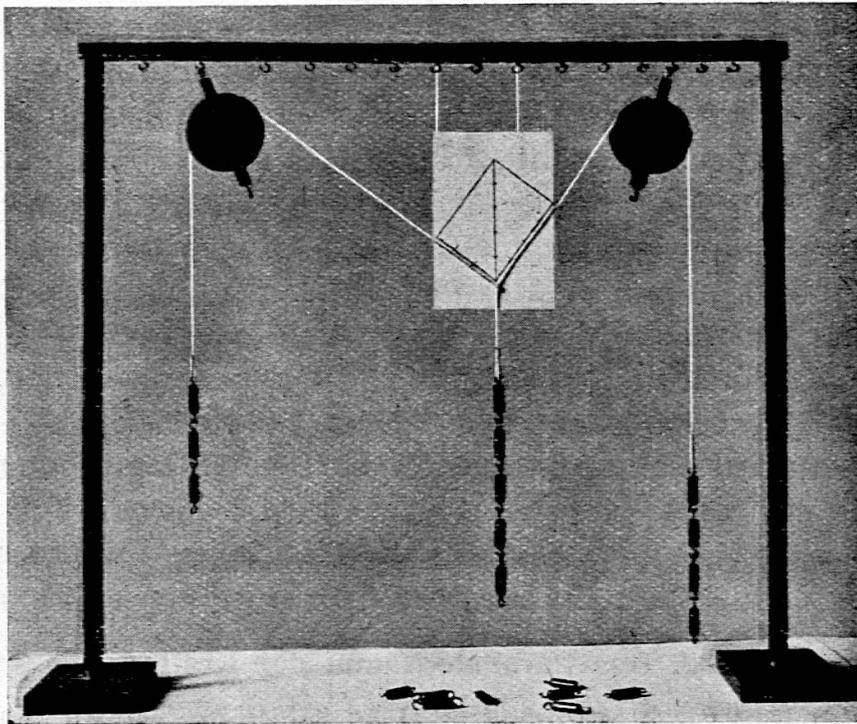

Fig. 8.
**MATERIAL.** Anhängestell. 2 Rollen. Schnur. Anhängewichte. Zeichnungen der Parallelogramme. Transporteur. (Siehe Fig. 8.)